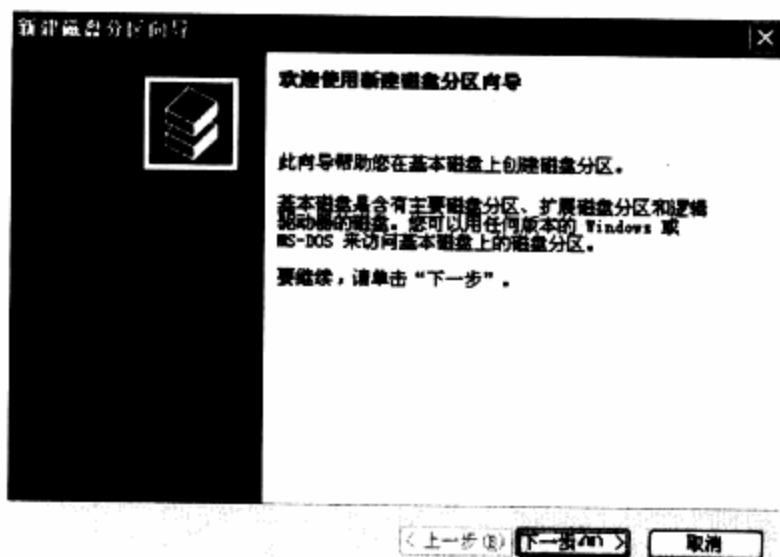

图4-63 “新建磁盘分区向导”对话框
**步骤 12** 打开“新建磁盘分区向导”对话框, 单击“下一步”按钮, 如图4-63所示。